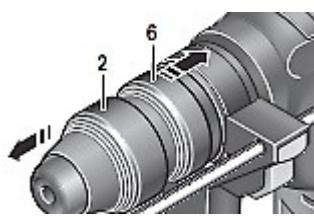

Рисунок 2
3.5 Для зняття патрона відтягніть DFR-кільце (6) назад, притримайте його в цьому положенні і вийміть раніше встановлений змінний патрон (SDS-plus або швидко-затискний патрон) вперед з гнізда (дивіться рисунок 2).